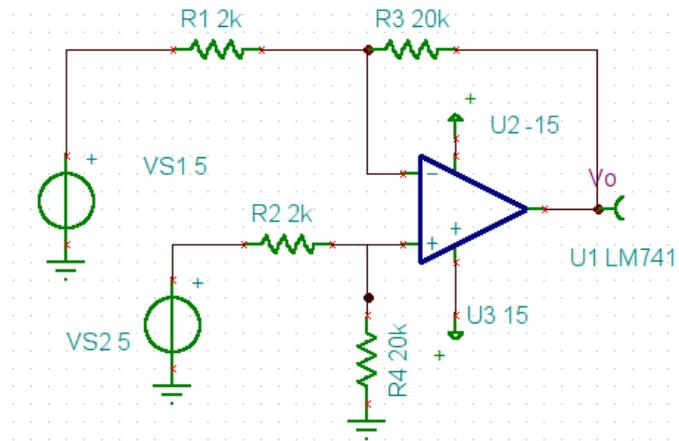

Figura 6: Amplificador Operacional Diferencial
Con base a las relaciones anteriores se diseña el circuito de la figura 6
Para la FTLA de circuito propuesto mostrado anteriormente en la figura 6, se parte de la siguiente ecuación
- A- Se arma el circuito de la figura 6